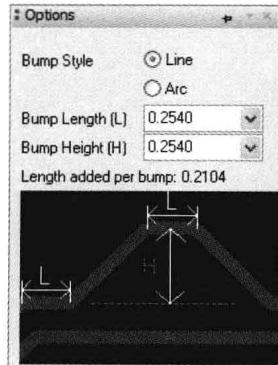
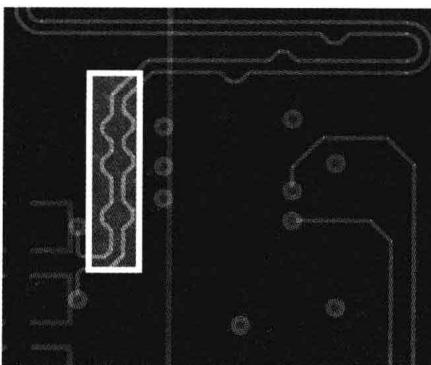

图 1-4-5 “Options” 选项卡
图 1-4-6 相位调整效果
1) 差分线相位调整功能 (Differential Phase Tuning) 相位调整是另一种通过鼠标操作布线，使布线发生变化，从而控制线长的方法，类似于延迟调整。但是，相位调整仅适用于差分信号线。执行菜单命令“Route”→“Phase Tune”，命令激活后，可以在“Options”选项卡中设置参数，操作时只需用鼠标单击差分线的某段即可。参数设置及差分线相位调整后的结果如图 1-4-5 和图 1-4-6 所示。